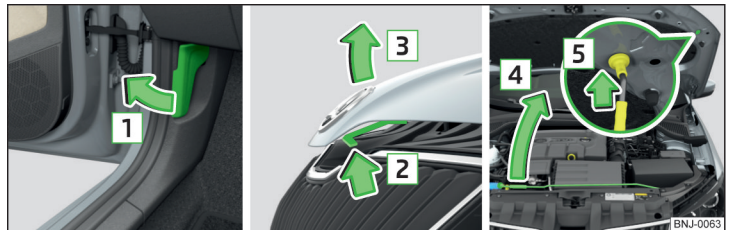

Abb. 167 Motorraumklappe öffnen
- Die Vordertür öffnen und am Entriegelungshebel unterhalb der Schalttafel in Pfeilrichtung **1** ziehen » Abb. 167.